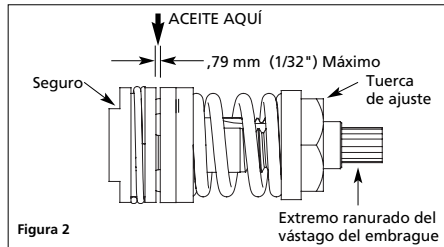

Figura 2
5. Enjuague el espacio entre el vástago del embrague y el seguro con aceite para herramientas neumáticas (vea la figura 2). El seguro debe girar 1/8 de vuelta libremente, y no tener un juego final de más de 1/32".